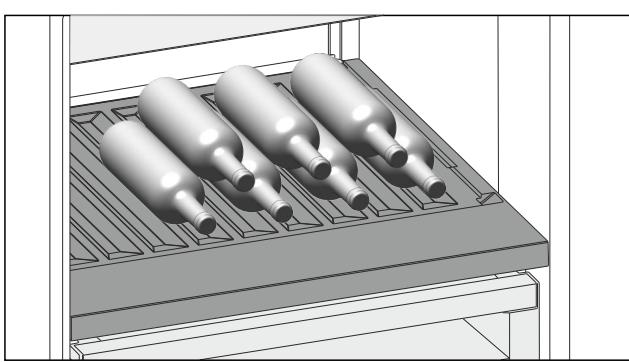

Fig. 145
- Поставяйте бутилките с дъното назад към задната стена. (виж Fig. 145)